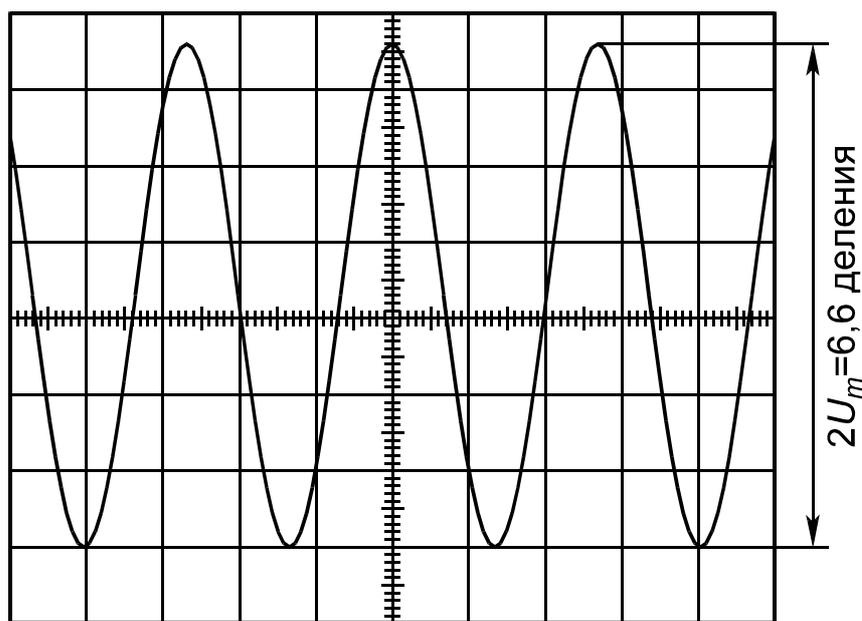

Рис. 6. Измерение полного размаха (двойной амплитуды) переменного синусоидального напряжения
– ручкой « **↔** » горизонтального перемещения сместите изображение таким образом, чтобы один из верхних пиков находился на средней вертикальной линии шкалы (рис. 6):
**ПРИМЕР.** Полный размах сигнала составляет 6,6 делений (рис. 6); используется внешний делитель 1:10; переключатель « **V/дел.** » установлен в положение « **5 mV** », а переключатель « **×1; ×10** » – в положение « **×10** » (ручка « **↑↓** » вытянута – « **■** »).